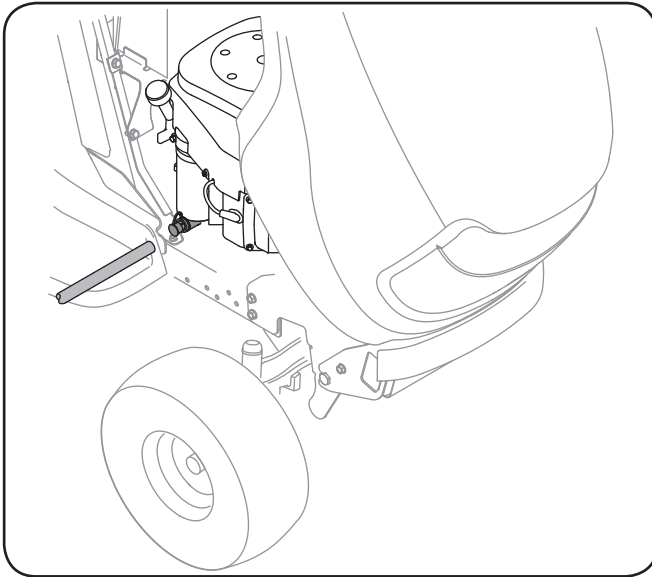

Figure 6-1
3. Soulevez le capuchon de protection à l'extrémité de la soupape de vidange de l'huile pour exposer l'orifice de vidange. Voir la Figure 6-1.
- b. Pincez les languettes sur la soupape de vidange d'huile, puis tirez pour commencer à vidanger l'huile. Voir la Figure 6-1. Quand l'huile a cessé de couler, repoussez la soupape de vidange d'huile, jusqu'à ce que les attaches cliquent en place. Remettez le capuchon sur l'extrémité du soupape de vidange de l'huile pour empêcher la saleté de pénétrer dans l'orifice de vidange.